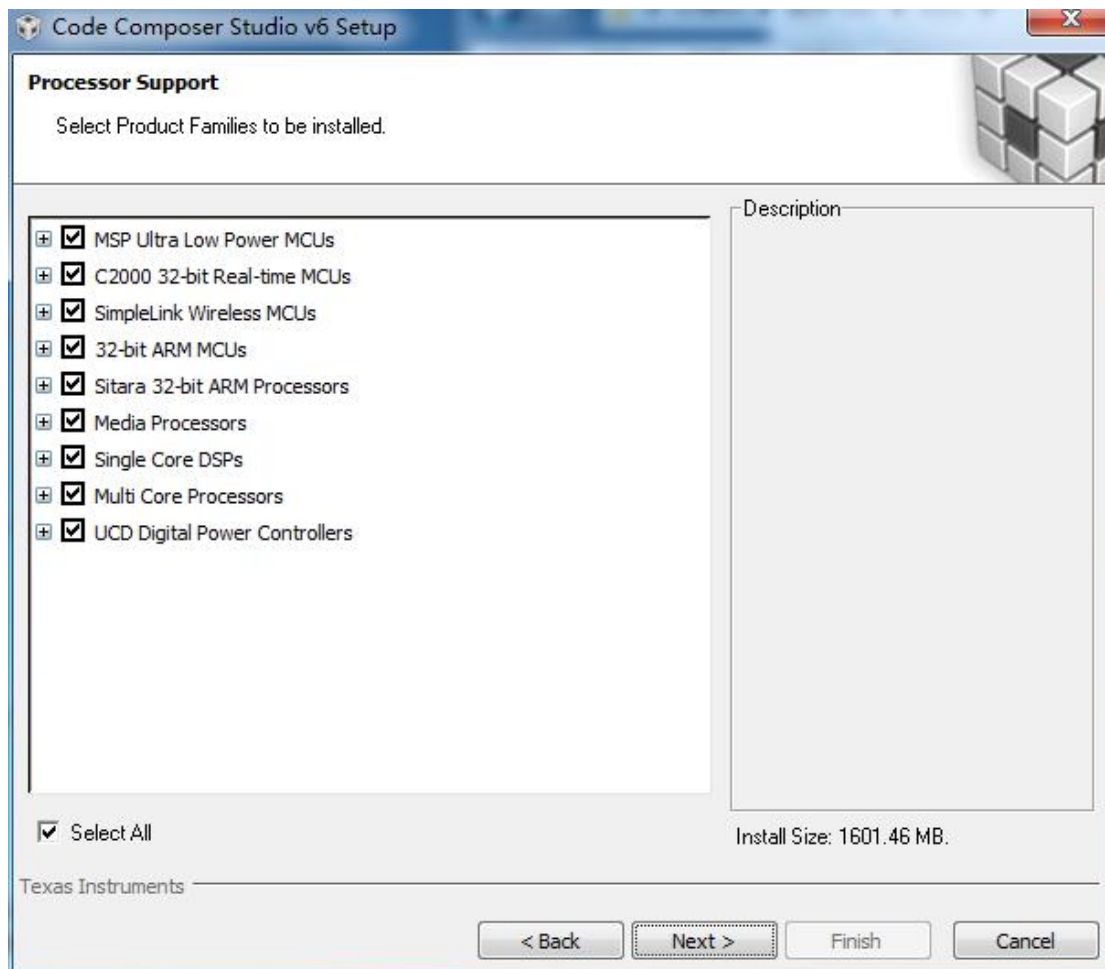

图 1-7
7. 图 1-7 中选择 Select All, 点击 Next。